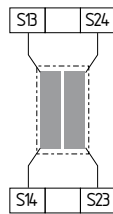

Fig. 8
**Safety mat to DIN EN 1760-1 (see Fig. 8)**